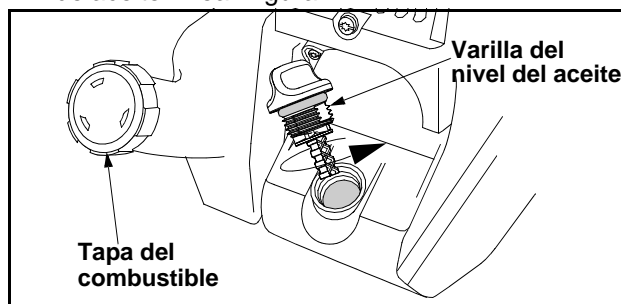

Figura 4
- Extraiga el tapón del aceite / varilla del nivel del aceite desde el cárter y vierta **3.4 onzas líquidas (100ml.)** de aceite dentro del orificio de llenado de aceite. Vea Figura 4.
- Extraiga la tapa de combustible y extraiga la etiqueta del cuello del tanque de combustible. Consulte Figura 4.
- Extraiga el tapón de llenado de aceite / varilla del nivel del aceite y controle el nivel de aceite. El aceite debe estar arriba en la parte superior de la varilla del nivel del aceite. Remítase a Figura 4.